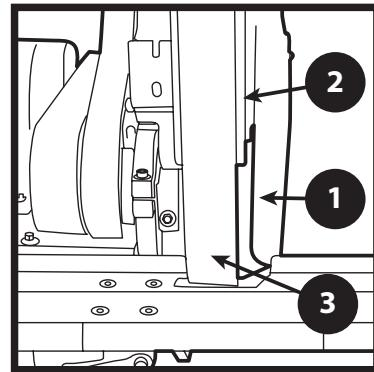

FIGURA 1
- a. El dispositivo de seguridad de la rueda de contacto y la placa vertical están ensamblados y ajustados de manera tal que la placa toca ligeramente el reverso de la banda abrasiva (Figura 1). Consulte *todas las instrucciones de instalación* en la p. 35.